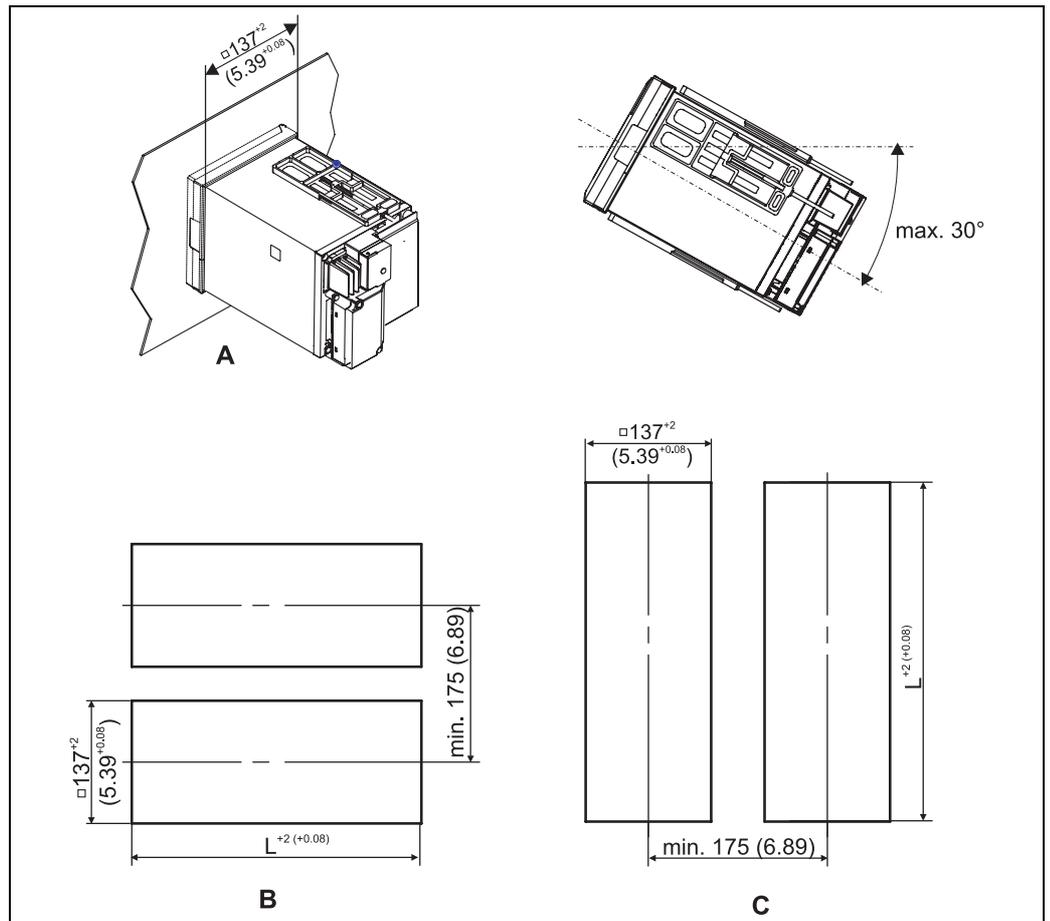

Abb. 5: Schalttafelausschnitt - Abmessungen in mm (inch)
Installieren Sie das Registriergerät in horizontaler Position (zur Schalttafelmontage kann das Gerät bis zu 30° nach hinten geneigt werden, siehe Abb. 5).
1. Schieben Sie das Registriergerät von vorn durch den Schalttafel Ausschnitt (→ Abb. 5).